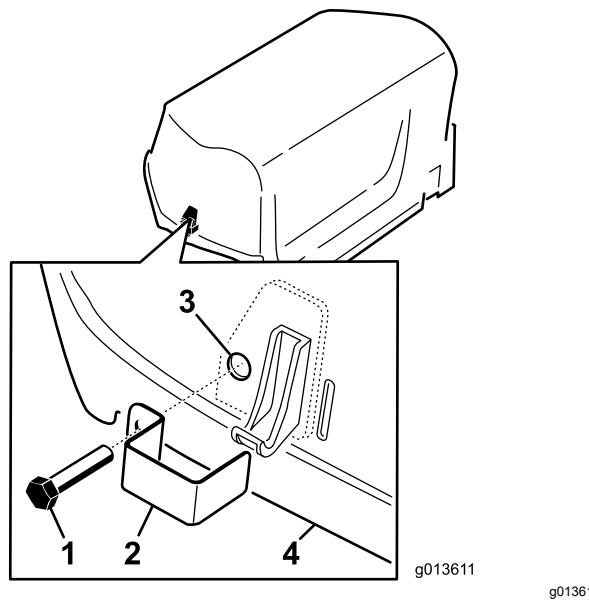

Bild 5
1. Befestigen Sie einen Sperrriegel mit einer Gewindeschraube (zwei insgesamt) über die Motorhaubenriegel an der linken und rechten Seite (Bild 5).
2. Schrauben Sie eine interne Sicherungsscheibe mit einer Zange oder einem verstellbaren Schraubenschlüssel auf jede Schraube (ein bis zwei Gewindeumdrehungen), um die Schrauben zu befestigen (Bild 5).